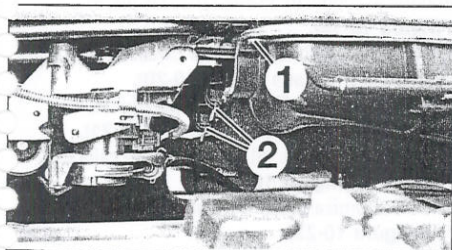

FIGURA 10-1
- En ambos lados desmontar el tornillo de cuarto de vuelta (1) (figura 10-1).
- En ambos lados soltar los 2 ganchos (2) y abrir la caja (figura 10-1).